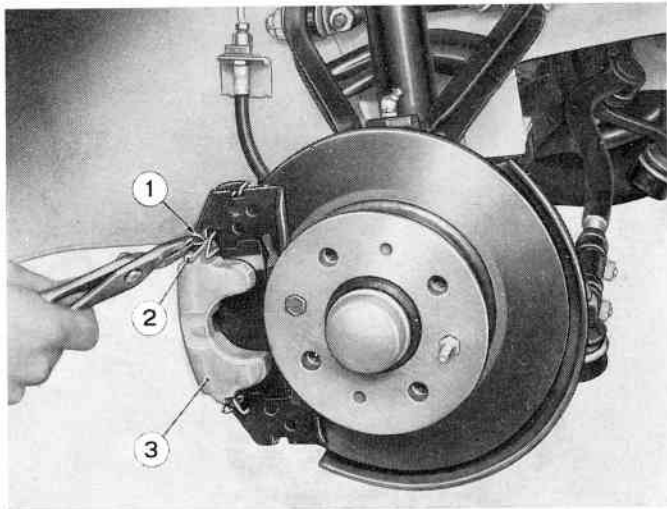
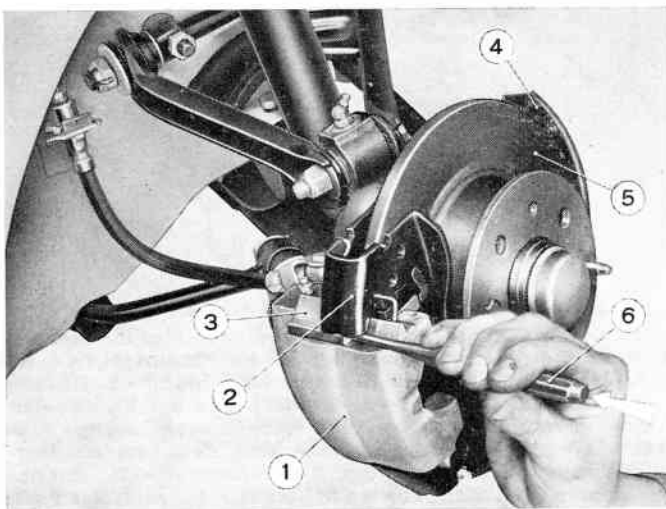

Abb. 71.
Abb. 72.
- Zunächst Klammern (1, Abb. 71) der Halter entfernen;
- dann die Bremszangenhalter abnehmen, wie Abb. 72 zeigt;
- die Bremszange auf die Stütze aufsetzen und durch die Halter (3, Abb. 72) sichern. Die Halter werden dann durch die Klammern (1, Abb. 71) gesichert.